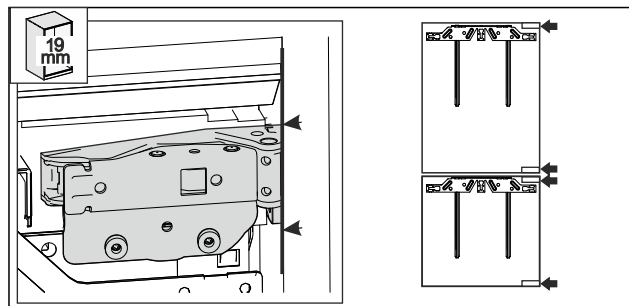

Fig. 58
- Paroi latérale de meuble d'une épaisseur de 19 mm : le bord avant de la charnière est aligné avec la face avant de la paroi latérale de meuble. Fig. 58 ()